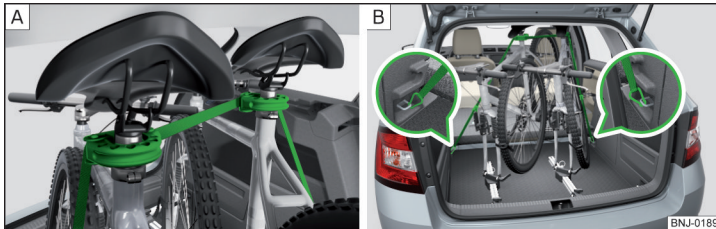

Fig. 114 Asigurarea stabilității bicicletelor cu ajutorul unei curele
- La transportarea a două biciclete, tensionați cureaua între cele două șei, prin deplasarea prin împingere a unei biciclete față de cealaltă » fig. 114 - [A].
- Prindeți carabinele de la capetele curelei în inelele de ancorare de jos ale scaunelor spate » fig. 114 - [B].